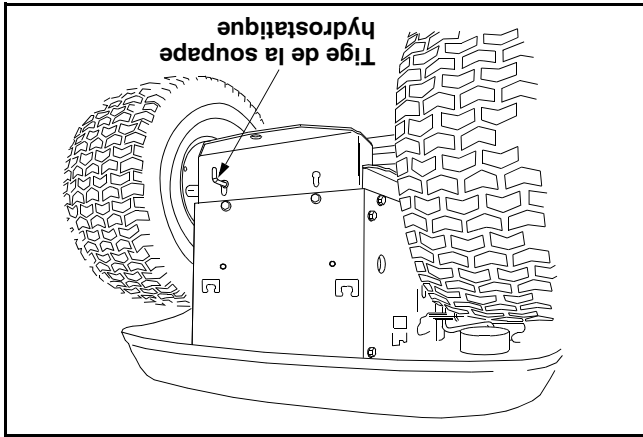

Figure 10
- Localisez la tige de la soupape hydrostatique de dérivation sur l'arrière du tracteur. Voir la Figure 10.